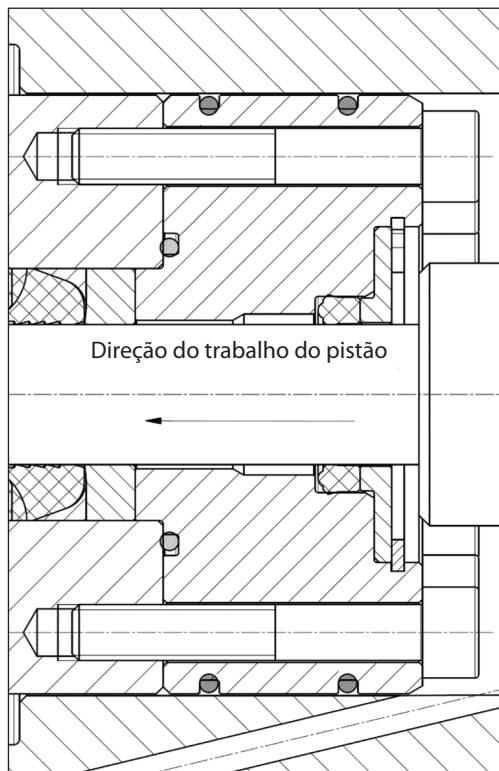
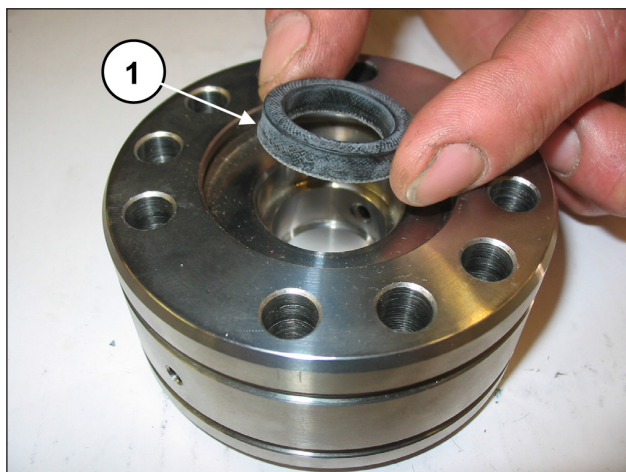

Fig. 139
Fig. 140
A vedação L.P. deve ser introduzida na camisa com a borda de vedação na direção do trabalho do pistão (pos. ①, Fig. 139 e Fig. 140), lubrificando ligeiramente o diâmetro externo com lubrificante de silicone tipo OKS 1110. Substitua a vedação L.P. quando se apresentar desgastada.